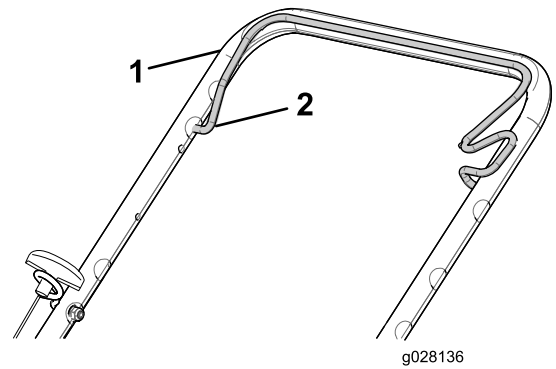

Figura 14
2. Sujete la barra de control de la cuchilla contra el manillar superior (Figura 14).